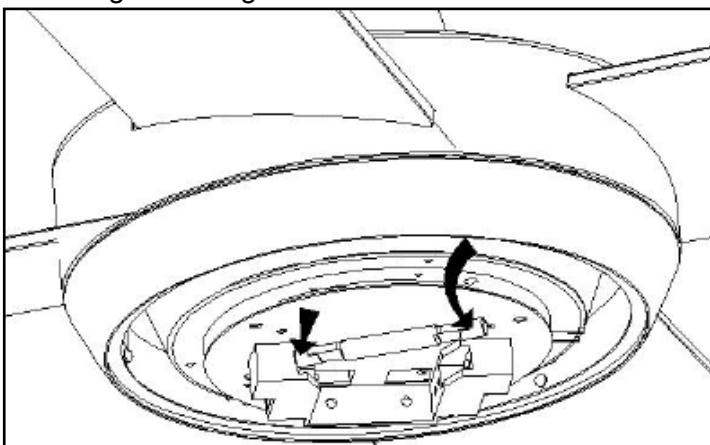

Fig. 11
- Inserte la bombilla halógena lineal en el conector. Fig 11.